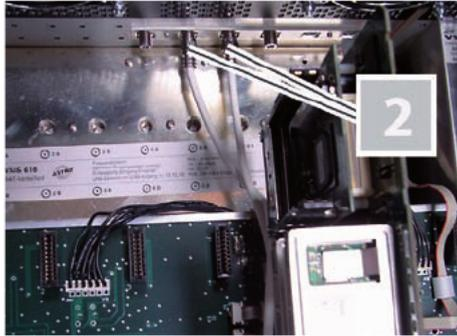

Bild 4c: SAT-Signalzuführung an der Gehäuserückwand anschließen
2. Stecken Sie die beiden vormontierten F-Buchse-Adapter wahlweise in das gehäuseinterne SAT-Verteilfeld [1] (siehe Bild 4b, unten) schrauben Sie die Adapter in die externen Anschlüsse des Basisgeräts [2] (siehe Bild 4c, unten).